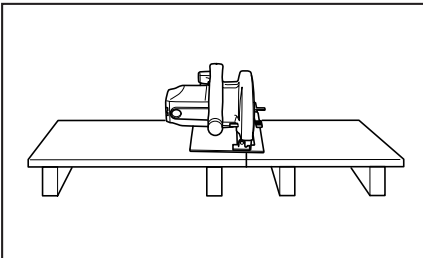

Fig. 1 Pour éviter les chocs en retour, soutenez la planche ou le panneau près de la ligne de coupe.
**Soutenez les grands panneaux pour minimiser les risques que la lame ne se coince et ne cause un choc en retour.** Les panneaux de grande dimension ont tendance à s'affaisser sous leur propre poids. Des supports doivent être installés sous le panneau, des deux côtés, près de la ligne de coupe et près du bord du panneau, tel qu'indiqué à la Fig. 1.